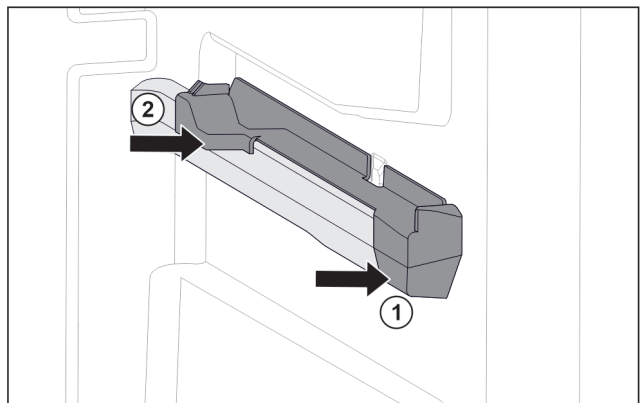

Fig. 57 Вставна частина на правому ребрі для резервуару
- ▶ Одягти вставну частину вперед на ребро резервуару. Fig. 57 (1)
- ▶ Притиснути вставну частину позаду. Fig. 57 (2)